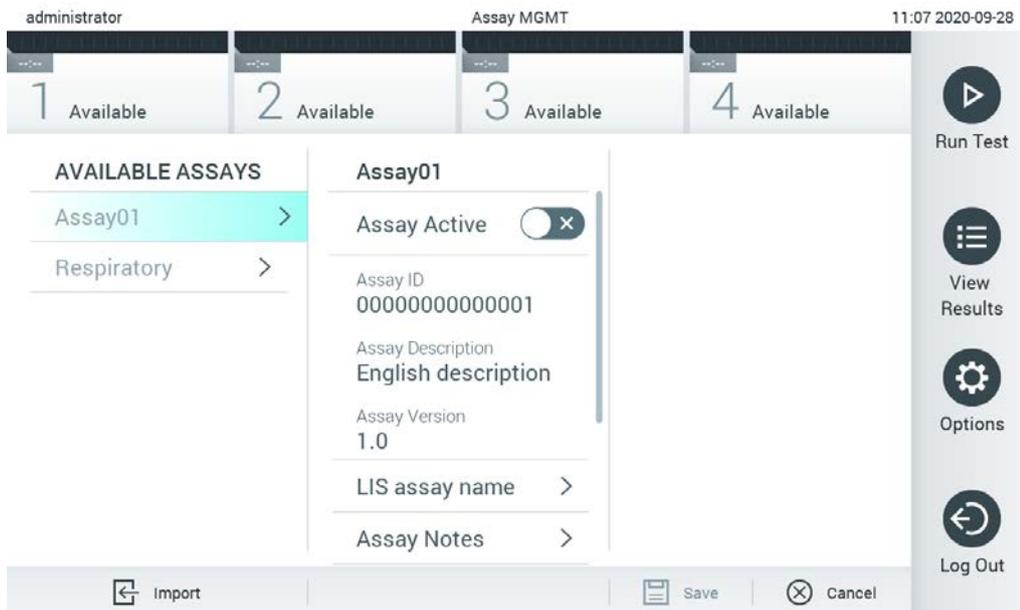

Figura 66. Schermata Assay Management (Gestione esame).
2. Per importare i nuovi esami nel QIAstat-Dx Analyzer 1.0, premere il pulsante Options (Opzioni) e quindi il pulsante Assay Management (Gestione esame). La schermata Assay Management (Gestione esame) compare nell'area dei contenuti del display (Figura 66, pagina successiva).